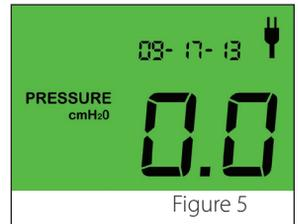

Figure 5
5. Après environ 10 secondes, le **Z1** passe en mode de veille. L'écran affiche alors 0.0. (Figure 5)